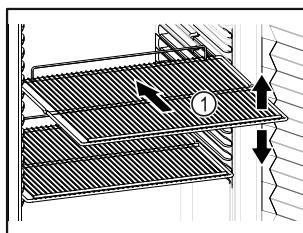

Fig. 84 Примерное изображение
- ❑ Если имеются решетчатые полки Fig. 84 (1), отрегулируйте высоту их установки.